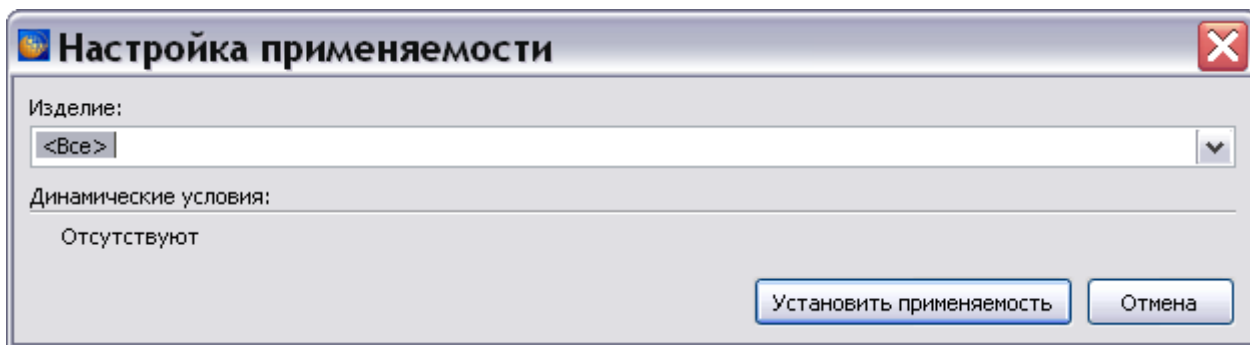

Рис. 183
1. Нажмите на кнопку **Изменить применяемость** **Применяемость: Все**. При этом появится окно настройки применяемости (Рис. 183).